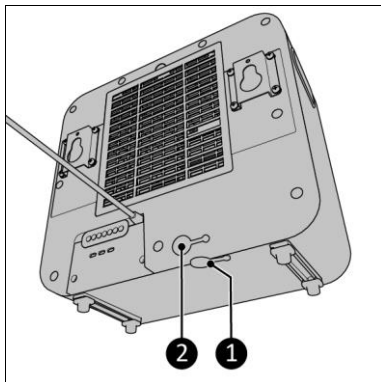

Figure 17
1. Assurez-vous que les deux bouchons d'arrêt d'eau se trouvent bien dans le réservoir de l'unité intérieure (figure 17, pos. 1 et 2).